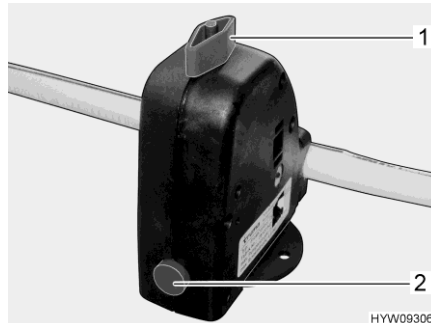

Fig. 75 Valve de sécurité et de vidange (chauffe-eau)
Le chauffe-eau est équipé d'une valve de sécurité et de vidange (Fig. 75). La valve de sécurité et de vidange empêche que l'eau ne gèle dans le chauffe-eau lorsque le chauffage n'est pas allumé en cas de gel.
- Fermer la valve de sécurité et de vidange. Tourner pour cela le bouton rotatif (Fig. 75,1) dans le sens transversal par rapport à la valve de sécurité et de vidange et enfoncer le bouton-poussoir (Fig. 75,2).
- Ouvrir la valve de sécurité et de vidange. Tourner le bouton rotatif (Fig. 75,1) dans le sens longitudinal par rapport à la valve de sécurité et de vidange. Le bouton-poussoir (Fig. 75,2) ressort. Le chauffe-eau est vidé à l'extérieur par le biais de la valve de sécurité et de vidange.